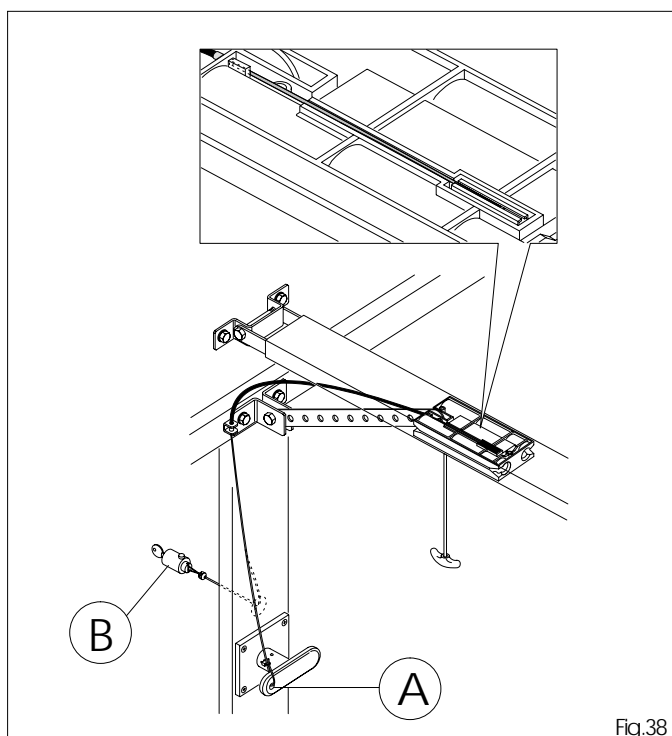

Fig.38
- à poignée (fig.38 réf. A)
- à clé (fig.38 réf.B).